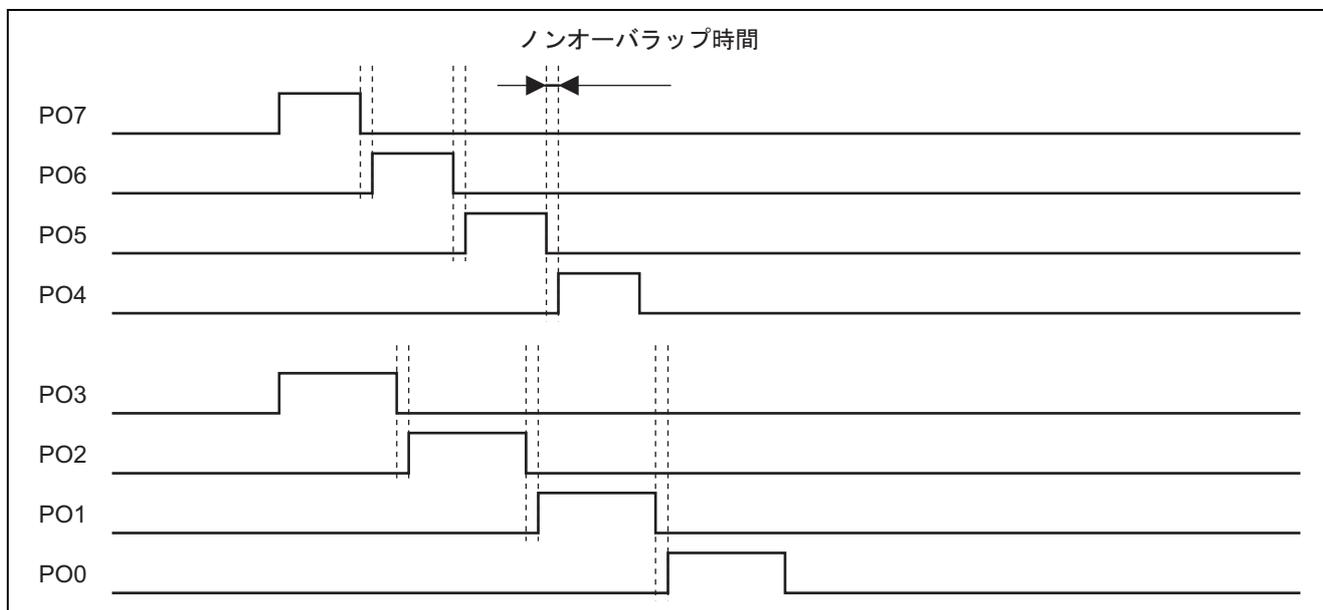

図 1 4 ビット × 2 系統出力例
- 図 1 に示すように、PPG 出力を使用して 4 ビット × 2 系統の非同期パルスを出力します。